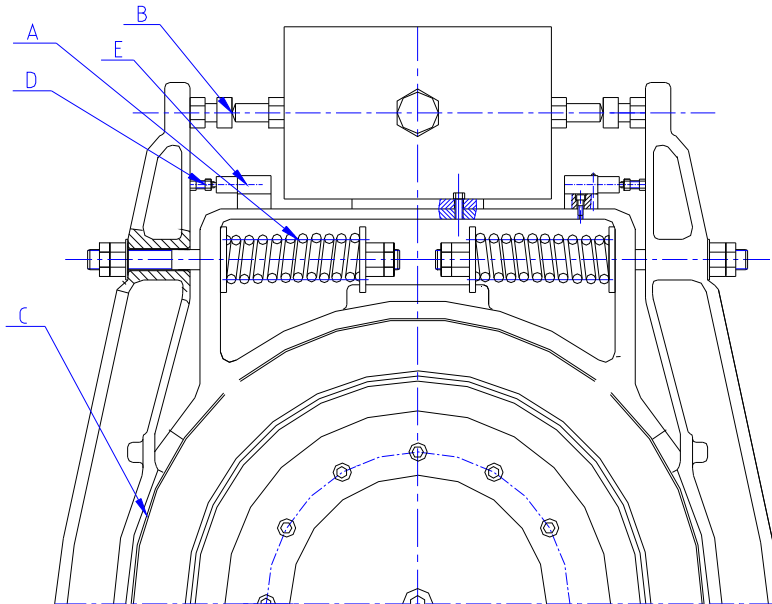

图 3 抱闸调节示意图
2.4.1 如图 3 所示，制动臂的压缩弹簧 A 动作时的压缩量为 5~8mm。